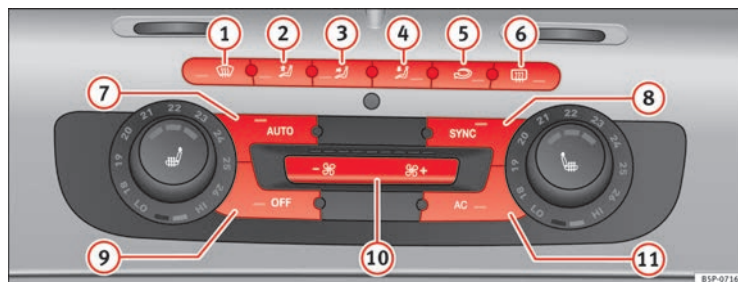

Fig. 133 Sur la planche de bord : éléments de commande du Climatronic bi-zone
- Tournez les molettes de régulation de la température ⇒ fig. 133 pour régler la température du côté gauche et droit respectivement.
- Appuyez sur la touche **AUTO** ⇒ fig. 133. « AUTO High » apparaît sur l'afficheur de l'autoradio (grande vitesse de la soufflante).
- Appuyez de nouveau sur la touche **AUTO** ⇒ fig. 133. « AUTO Low » apparaît sur l'afficheur de l'autoradio (basse vitesse de la soufflante).